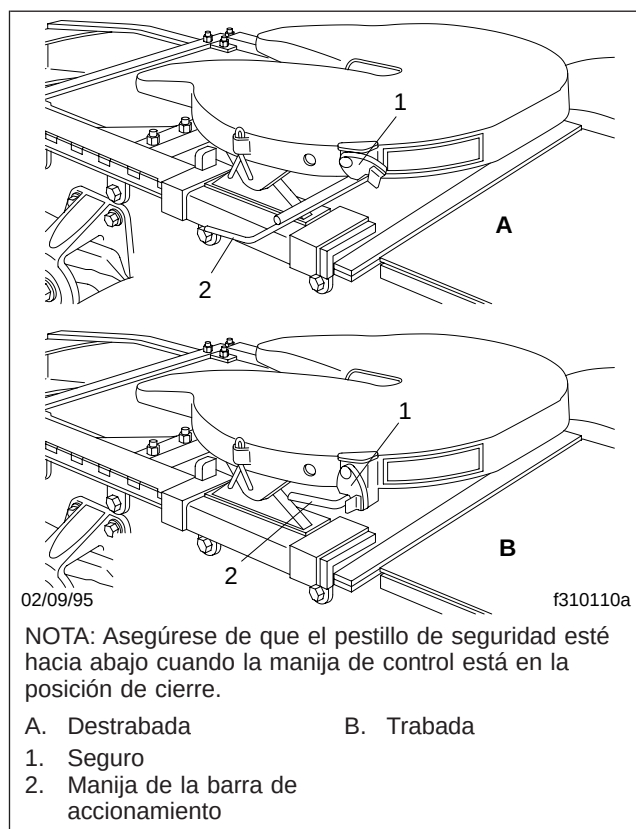

Figura 10.2, Cierre y apertura de la quinta rueda Fontaine
6. Haga una inspección visual y física para asegurarse que haya cierre positivo del perno rey. Si ha ocurrido el cierre, la manija de control de la quinta rueda estará en la posición de cierre. Asegúrese de que el pestillo de seguridad esté hacia abajo por encima de la manija de control de cierre. Vea la **Figura 10.2**. Esto mantendrá la manija de control en la posición de cierre.
6. Libere el mecanismo de cierre del perno rey levantando el pestillo de seguridad y tirando de la manija de control de cierre del perno rey hasta colocarla en la posición abierta. Vea la Figura 10.2.